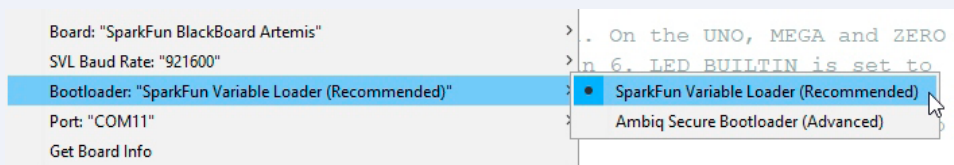

Figure 9. Ne cochez pas Ambiq Secure Bootloader si vous n'êtes pas sûr de vous.
**Attention !** Vous n'endommagerez jamais l'Artemis, mais l'utilisation des outils Ambiq Secure Bootloader écrasera le bootloader SparkFun, supprimant la possibilité de téléchargement plus rapide. L'utilisation du chargeur Ambiq Secure Bootloader pour la programmation générale d'Arduino n'est pas recommandée (**fig. 9**).
**R.** Vous n'avez pas pu vous en empêcher et vous avez chargé du code avec le chargeur Ambiq comme nous l'avons indiqué **figure 9**. C'est bon ! Pour remettre le chargeur d'amorçage SVL SparkFun, procédez comme suit :